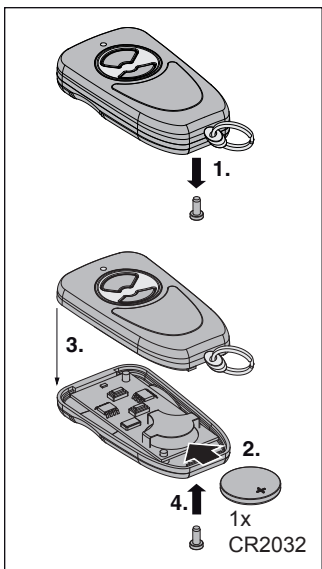

Fig. 2
- Batterie wechseln / einlegen (Fig. 2)**
- Introduction / Changement de la pile (fig. 2)**
- Batterij vervangen / plaatsen (fig. 2)**